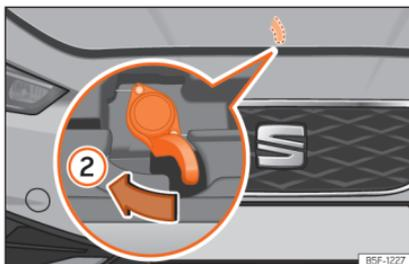

Abb. 226 Hebel unter der Motorraumklappe.
- Um die Motorraumklappe zu öffnen, drücken Sie den Hebel unterhalb der Motorraumklappe in der Mitte mit der Hand nach links »» **Abb. 226** ②. Die Fanghaken werden entriegelt.